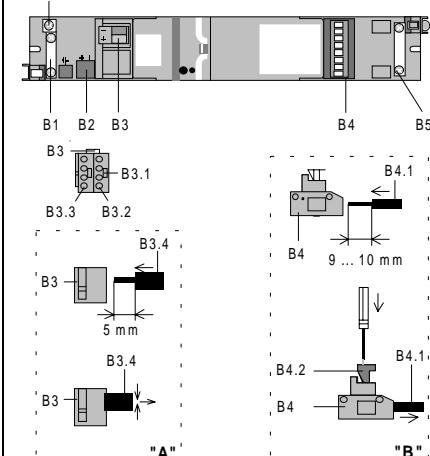

Bild 3: Anschlüsse
Busklemme abziehen (Bild 3)
Busklemme aufstecken (Bild 3)
Anschließen der Busleitung (Bild 3 "A")
- Der Leitungsmantel der Busleitung ist mit der Leitungsfestigung (B1) am Gehäuse des Einbaugerätes zu befestigen. Wird eine Leitung mit Abschirmung verwendet, kann diese an der Klemme (B7) festgeschraubt werden (Bild 3).
Die Aussparung (B2) dient zur Aufnahme eines Überspannungsschutzes. Die Anschlüsse werden parallel zu der Buslinie in die Busklemme eingesteckt (Bild 3).
Abklemmen der Busleitung (Bild 3 "A")
Eingangsstromkreise anschließen (Bild 3 "B")
- Der Leitungsmantel ist mit der Leitungsfestigung (B8) am Gehäuse des Einbaugerätes zu befestigen (Bild 3).
Werden Signalleitungen mit Abschirmung verwendet, können diese an der Klemme (B5) festgeschraubt werden (Bild 3).
Eingangsstromkreise abklemmen (Bild 3 "B")